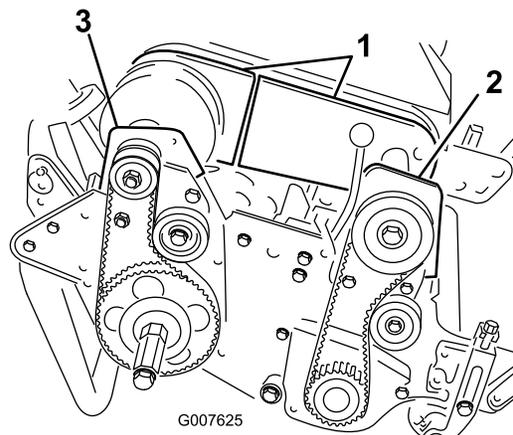

図 35
4. デファレンシャル・カバー (前半分と後半分) のボルトを取り、カバーを外してベルトが見えるようにする (図 35)。
6. 前クラッチ・ハウジングをサイド・プレートに固定しているボルト 2 本を外す (図 35)。
8. 右後ベアリング・ハウジングをサイド・プレートに固定しているボルト 2 本とロックナットを外す (図 35)。